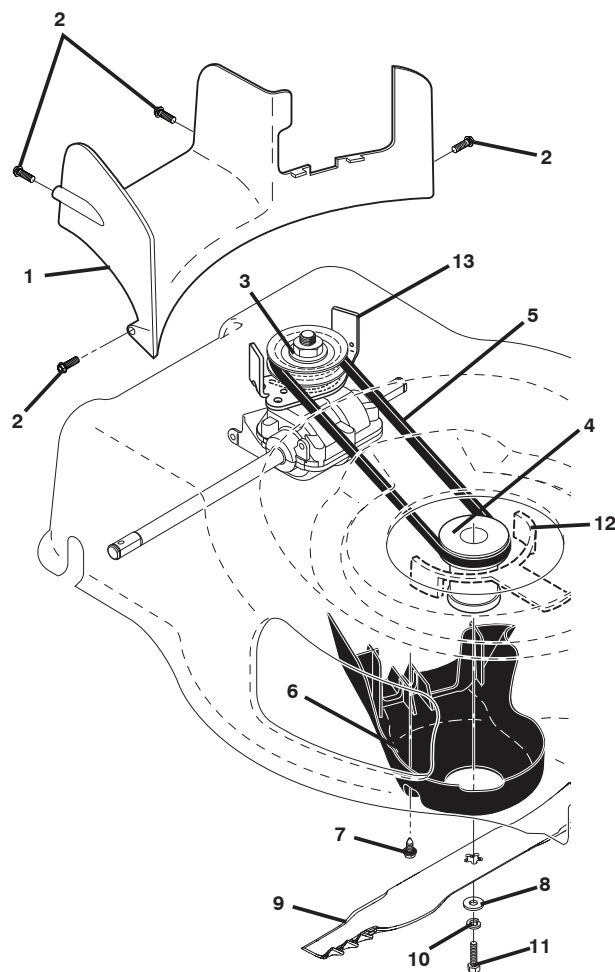

Figure 27
1. Enlevez les vis fixant la chicane arrière (Figure 27).
1. Insérez la nouvelle courroie du poulie de la boîte de vitesses (Figure 27).